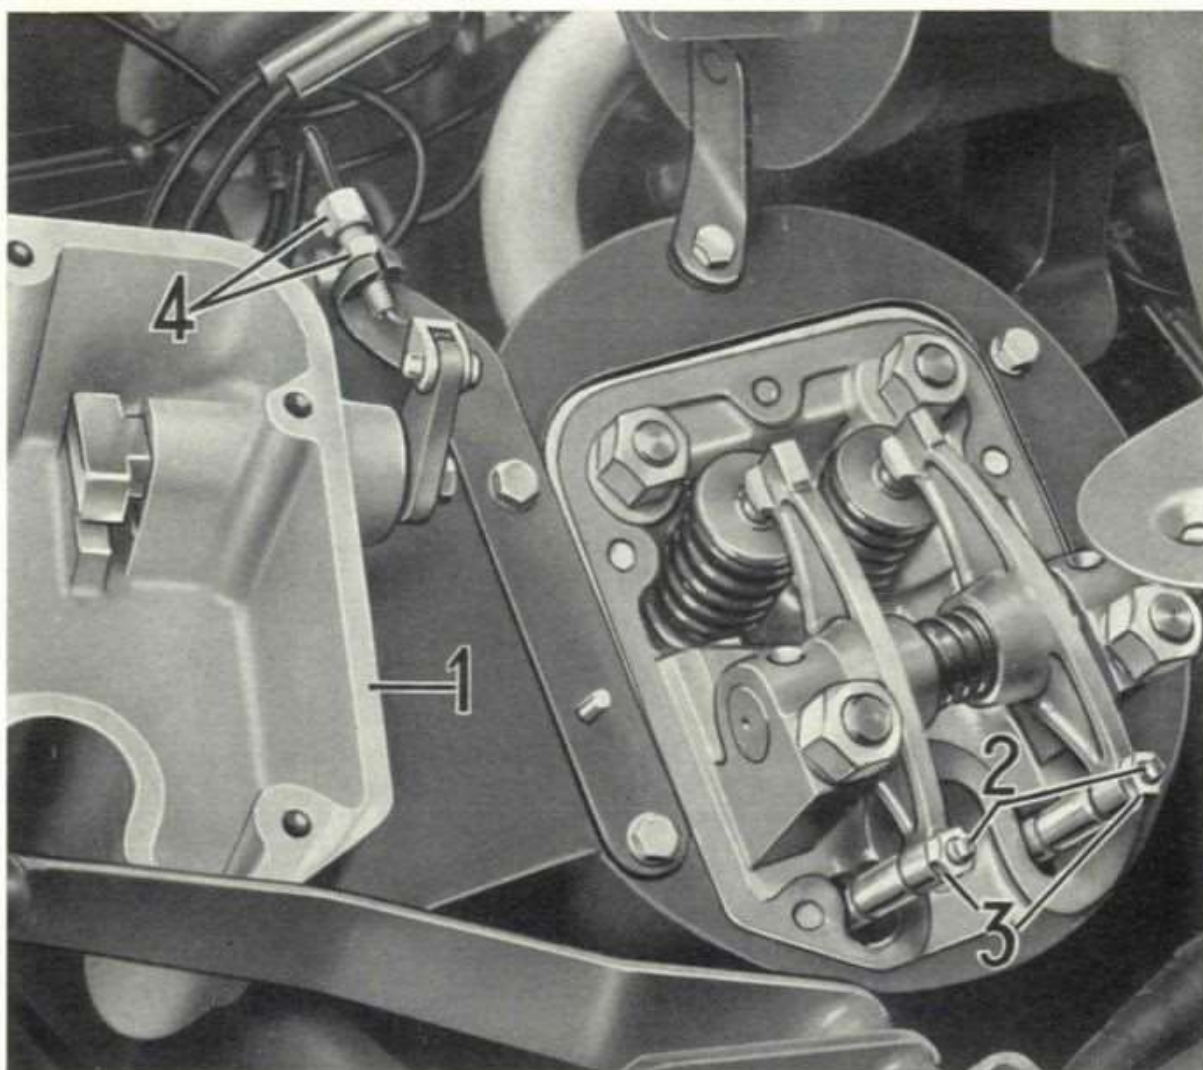

Fig. 30. - Regolazione del giuoco fra valvole e bilancieri.
GIUOCO PUNTERIE (ved. fig. 30)
Il primo tratto di cavo, dalla leva di comando al ripartitore dei cavi, viene registrato tramite il bullone tendifilo con controdado posto all'entrata del cavo nel tubo ripartitore. I due tratti di cavo che dal ripartitore vanno alle leve comando camme alzavalvole vengono registrati mediante bulloni tendifilo con controdadi come dimostrato a (4) di fig. 30.